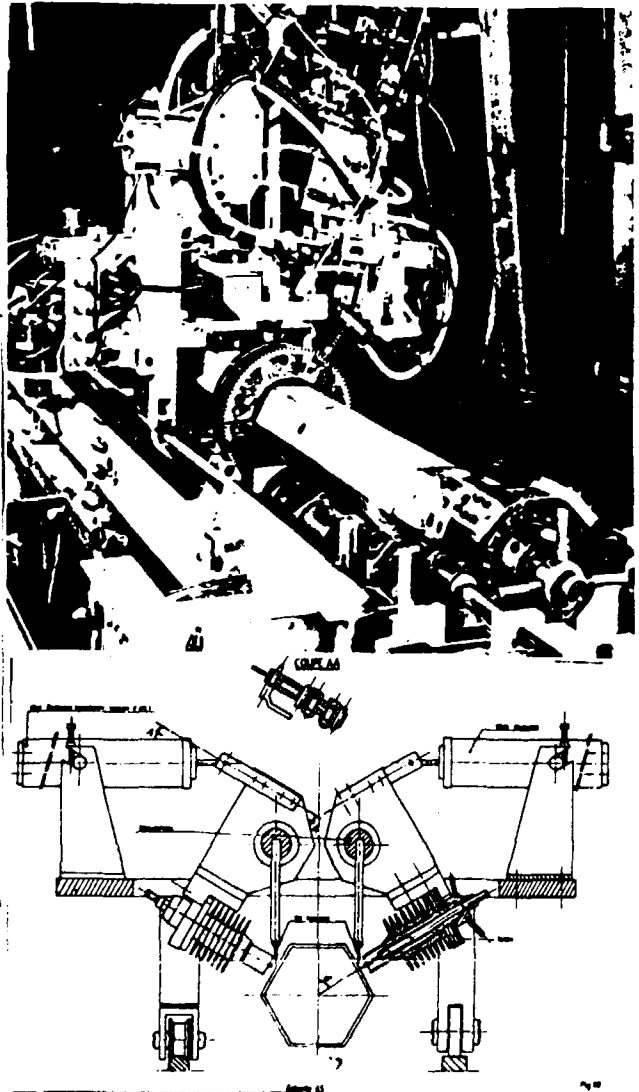

Fig. 5 : Tête de découpe longitudinale
- fissuration longitudinale du TH, sur 2 faces en simultané, à l'aide de la tête de découpe de la figure 5.